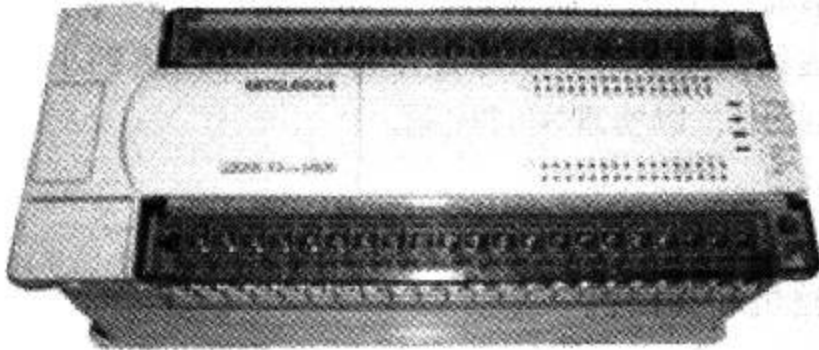

图 1-1 整体式 PLC
1) **整体式** 整体式结构的 PLC 把电源、CPU、存储器、I/O 系统都集成在一个单元内, 该单元叫做基本单元。一个基本单元就是一台完整的 PLC, 可以实现各种控制。控制点数不符合需要时, 可再接扩展单元, 扩展单元不带 CPU。由基本单元和若干扩展单元组成较大的系统。整体式结构的特点是非常紧凑、体积小、成本低、安装方便, 其缺点是输入与输出点数有限定的比例。小型机多为整体式结构。例如, OMRON 公司的 C60P 为整体式结构, 如图 1-1 所示。